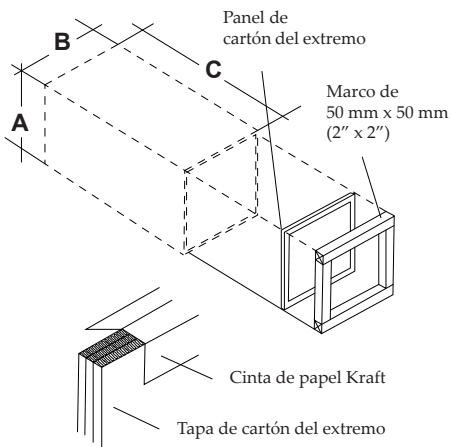

Figura 1
2. Corte 2 pedazos de cartón según la altura interna (A) y la profundidad interna (B) requeridas (Figura 1). Estos pedazos formarán los paneles de los extremos del contenedor.